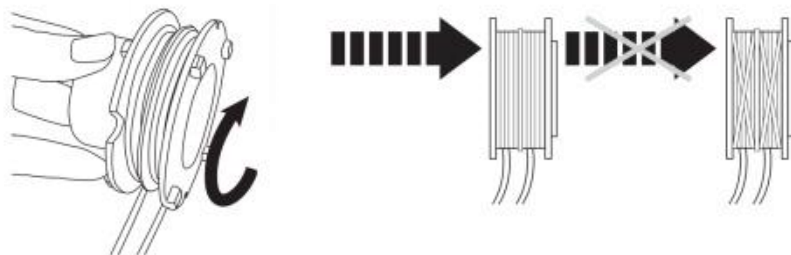

Fig. 66
3. Enroulez fermement les lignes dans le sens horaire autour de la bobine, en veillant à ce qu'elles soient correctement positionnées dans le guide correspondant. (Fig. 66)